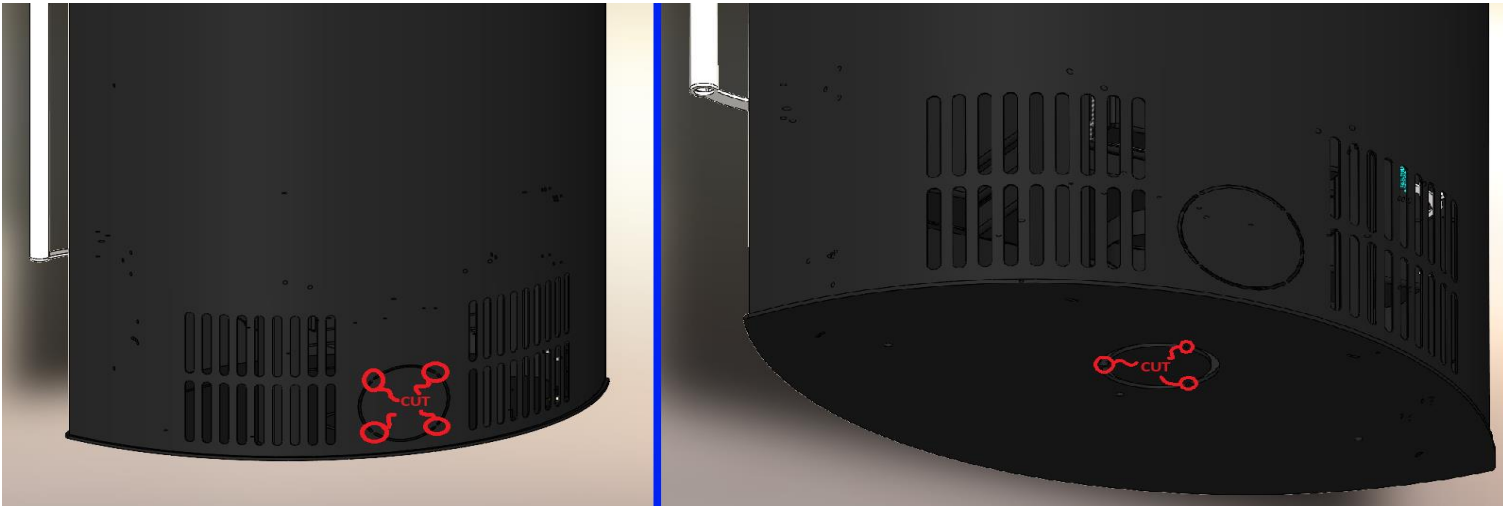

Abbildung 3 Schnitten von Mikrofugen für die Außenluftzufuhr an der Rückseite / am Boden
4. Abbildung 3 Schneiden der Mikrofugen für die Außenluftzufuhr an der Rückseite/am Boden	Seite 6
Der Kamin bietet die Möglichkeit, eine externe Luftzufuhr anzuschließen. Dafür wird ein flexibles Aluminiumrohr mit einem inneren Durchmesser von $\varnothing 150$ und eine entsprechende Schelle benötigt. Die externe Luftzufuhr wird empfohlen, wenn sich der Kamin unter ungünstigen Betriebsbedingungen befindet (Tabelle 3), sowie zur Steigerung der Effizienz (Für einen ordnungsgemäßen Betrieb des Kamins ist eine Luftzufuhr erforderlich. Wenn Raumluft verwendet wird, muss das Fenster häufiger geöffnet werden). Die Anschlussdarstellung an die externe Luftzufuhr ist in Abbildung 3 und 4 zu sehen. Der Anschluss kann durch den Boden des Raumes oder durch die Wand erfolgen.